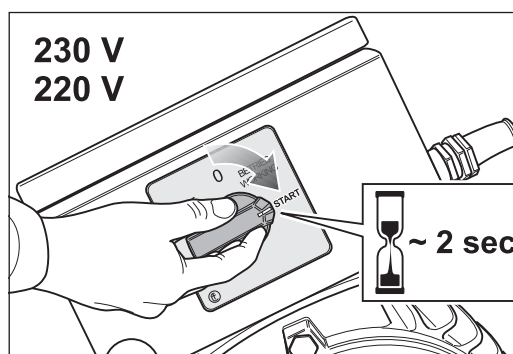

Abb. 23 Zum Einschalten den Schalterknopf am Motor auf die Position -START- drehen und für ca. 2 Sekunden auf dieser Position festhalten.
- 2 Drehen Sie zum Einschalten der Maschine den Schalterknopf am Motor auf die Position -START- und halten Sie ihn für ca. 2 Sekunden auf dieser Position fest (Abb. 23).